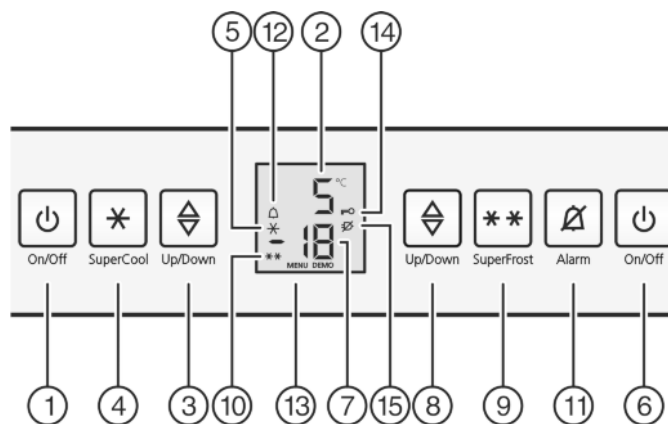

Fig. 2
- ▶ Stiskněte tlačítko On/Off pro mrazničku *Fig. 2 (6)*.
- ▶ Stiskněte tlačítko On/Off pro chladničku *Fig. 2 (1)*.
- ▶ Zapnutí seřizovacího režimu: Stiskněte tlačítko SuperFrost *Fig. 2 (9)* asi na 5 sekund.
- ▷ Na displeji se zobrazí Symbol menu *Fig. 2 (13)*.
- ▶ Potvrďte krátce tlačítkem SuperFrost *Fig. 2 (9)*.
- ▷ Na displeji svítí Symbol dětské pojistky *Fig. 2 (14)*.
- ▶ Stiskněte krátce tlačítko On/Off mrazničky *Fig. 2 (6)*.
- ▷ Symbol dětské pojistky *Fig. 2 (14)* zhasne.
- ▶ Stiskněte tlačítko Alarm *Fig. 2 (11)*.
Současně bliká ukazatel teploty a symbol Alarm *Fig. 2 (12)*.
Výstražný bzučák se vypne automaticky, symbol Alarm *Fig. 2 (12)* se vypne a ukazatel teploty přestane blikat, když je teplota zase dostatečně nízká.